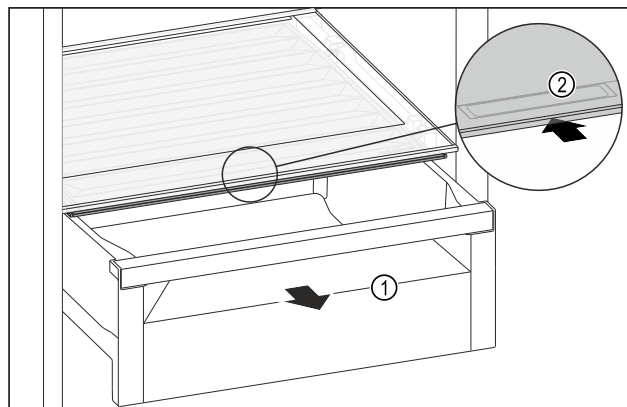

Fig. 153
- Zásuvku Fig. 153 (1) vytáhněte.
- Uchopte prohlubeň pro rukojeť Fig. 153 (2) na víku zásuvky a současně zasuňte víko zásuvky směrem dozadu.